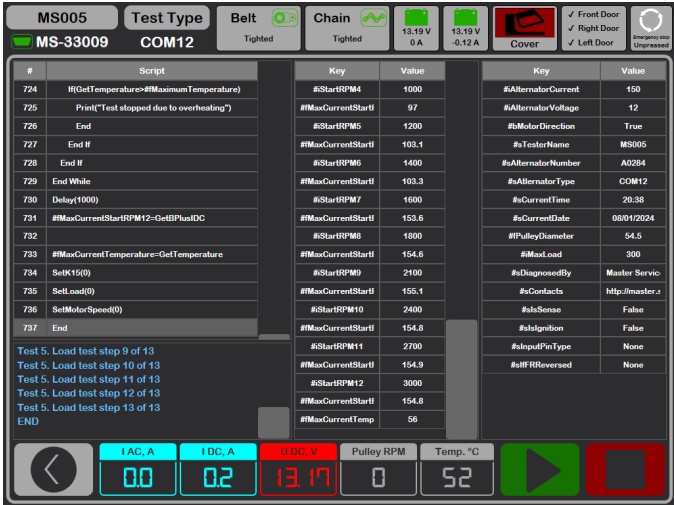

图 27. 自动测试模式菜单
6.在弹出的窗口中（见图 27）按下 按钮。随后测试台将按照所选脚本自动完成全部检测。如有需要，可通过按钮中断测试过程。